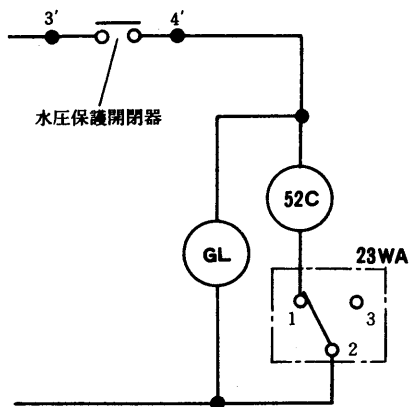

図 1
- 水圧保護開閉器の接点を圧縮機制御回路に入れる。<図1参照>